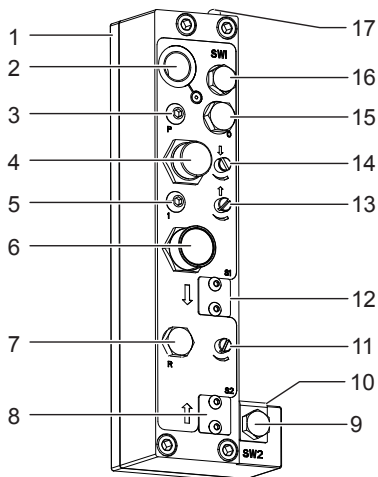

Figura 3
- Regule o espaço entre (1) e (2) de forma a ficar igual à profundidade do furo requerido, MAIS a distância em que a broca está acima da peça a ser trabalhada através de deslize (3).
- Bloqueie na posição com (4) para o binário recomendado.
- Posicione a HCU em (3).
- Regule o espaço entre (6) e (7) para uma distância conforme requerida acima da peça a ser trabalhada.
- Desaparafuse (8) da HCU para ajustar a resistência na HCU para o mínimo.
- Abra totalmente (13), Figura 3.
- Feche (11), Figura 3.
- Ligue a alimentação de ar e premir (6), Figura 3.
- Regule a Figura 3 (11/13) de forma a obter as alimentações de avanço e de recuo para a operação.